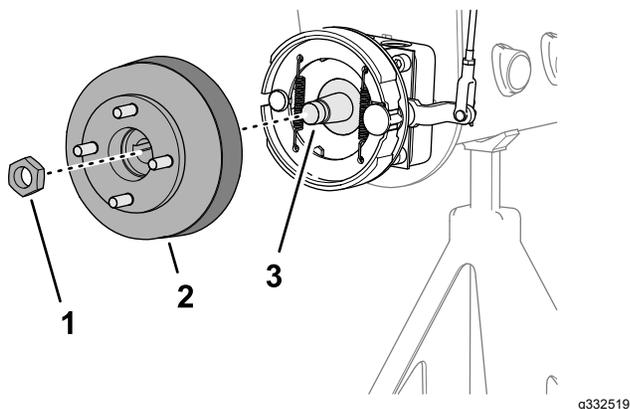
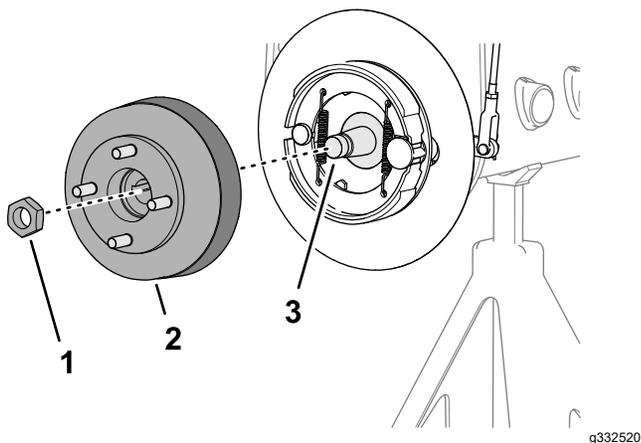

Figura 72
Figura 73
- Monte o cubo da roda e tambor dos travões no veio do motor das rodas (Figura 72 ou Figura 73).
- Prenda o cubo da roda ao veio com a porca de bloqueio (Figura 72 ou Figura 73) e aperte à mão.